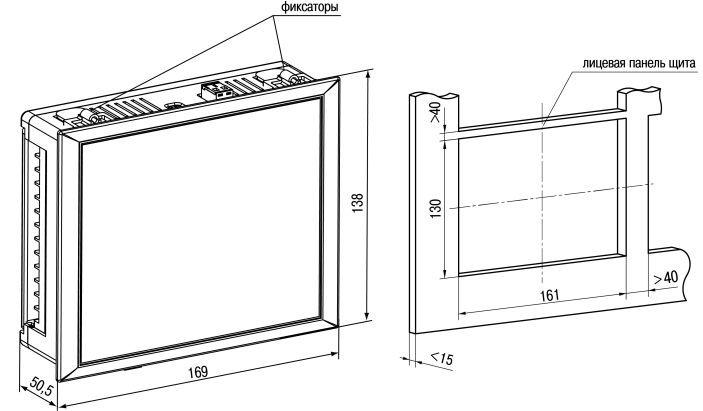

Рисунок 5 – Габаритные размеры корпуса Щ7
1. Подготовить на щите управления место для установки прибора (см. рисунок 5).